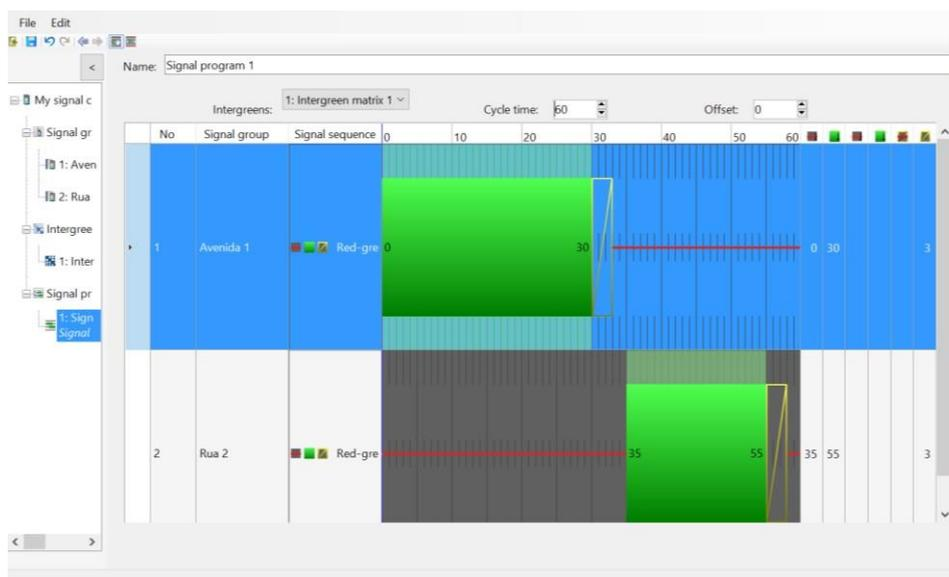

Figura 12
18. Selecione em **Intergreens**: a opção **1: Intergreen Matrix 1** e mova o cilindro verde de forma a ficar igual a figura 12.